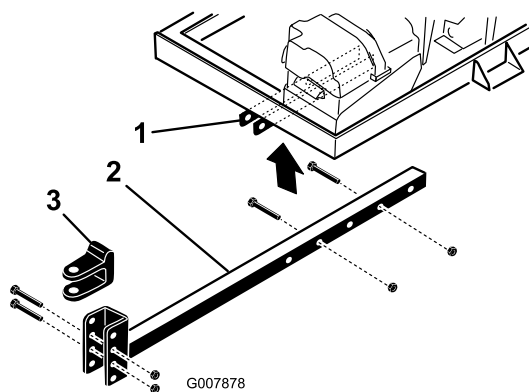

图4
- 将挂钩管插入机架支架（图4）。用 2 个螺栓（3/8 x 3 in）和凸缘螺母（3/8 in）将挂钩管固定到机架上，并上紧扭矩至 40Nm。
- 卸下将挂钩 U 形销（图4）固定到挂钩管上的螺栓和锁紧螺母。
- 卸下将挂钩管固定到机架支架的螺栓和螺母（图4）。